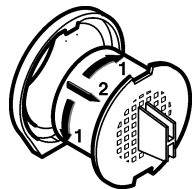

Fig. 5
- ▶ Gire el filtro de carbón activo 90° a derecha o izquierda Fig. 5 (1).
- ▶ Extraiga Fig. 5 (2) el filtro de carbón activo.
- ▶ Gire el nuevo filtro de carbón activo 90° a derecha o izquierda Fig. 5 (1) hasta que encaje.